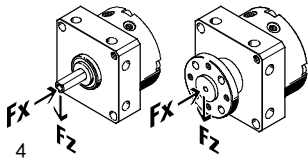

Fig. 4
4. 请您确保当固定工作负载时遵守以下给定条件 (Fig. 4):